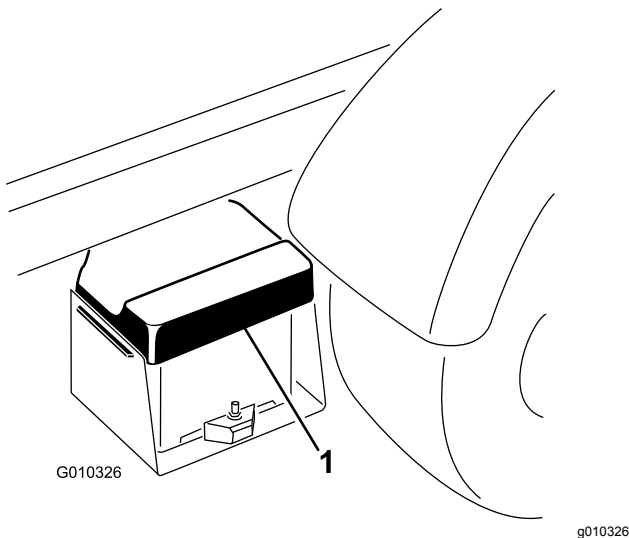

Figura 59
1. Schiacciate il coperchio della batteria per rilasciare le alette dalla base della batteria e rimuovete il coperchio della batteria dalla relativa base (Figura 59).